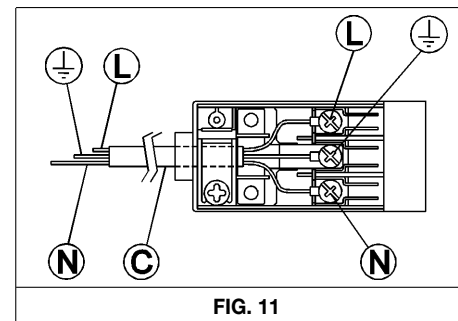

FIG. 11
- Applicare al cavo d'alimentazione "C" se sprovvisto (vedi fig. 11) una spina normalizzata adatta al carico indicato sull'etichetta segnaletica. Allacciare i cavetti secondo lo schema della fig. 11 avendo cura di rispettare le sottolineate rispondenze: